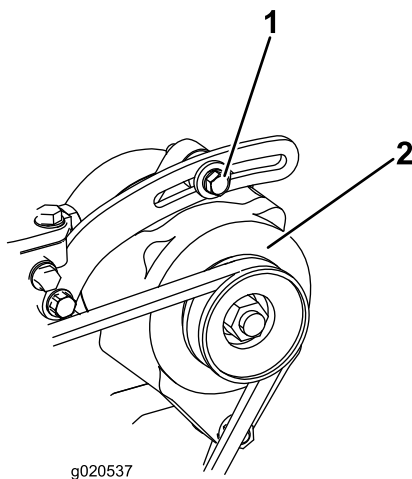

Figure 75
2. Si vous n'obtenez pas une flèche de 10 mm, desserrez les boulons de fixation de l'alternateur (Figure 75). Augmentez ou diminuez la tension de la courroie et resserrez les boulons. Contrôlez de nouveau la flèche de la courroie pour vérifier si la tension est correcte.